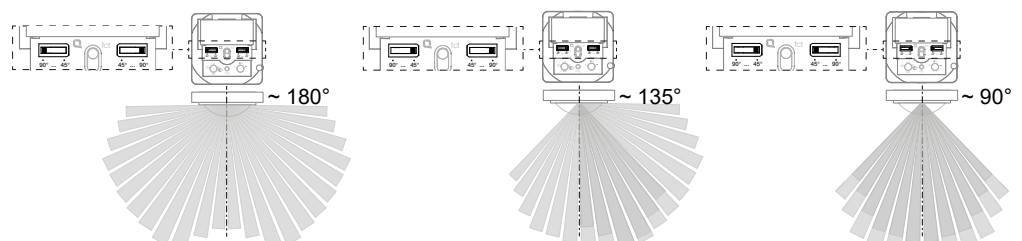
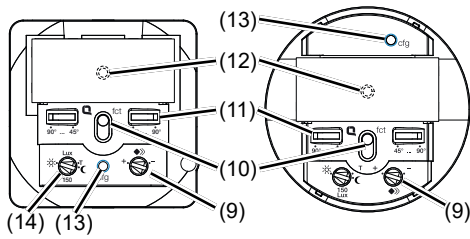

Fig. 8: Inställning av detekteringsvinkeln
Fig. 5: Manövrerings- och justeringselement i den nedre delen av påsatsen
Detekteringsvinkeln kan begränsas mellan 45° och 90° för respektive justerare för höger sida och för vänster sida via respektive justerare (fig. 5, 10). Detta kan utföras på enheten. Detekteringsvinkeln kan därför vara mellan 90° och 180° (fig. 8).
- Inställning av testläget. Ställ in potentiometern för reaktionsljusstyrka (fig. 5, 13) på läget T.
- Vrid potentiometern för reaktionsljusstyrkan (fig 5, 14) till önskat läge.
- Vrid potentiometern för reaktionsljusstyrkan (fig. 5, 9) till önskat läge.